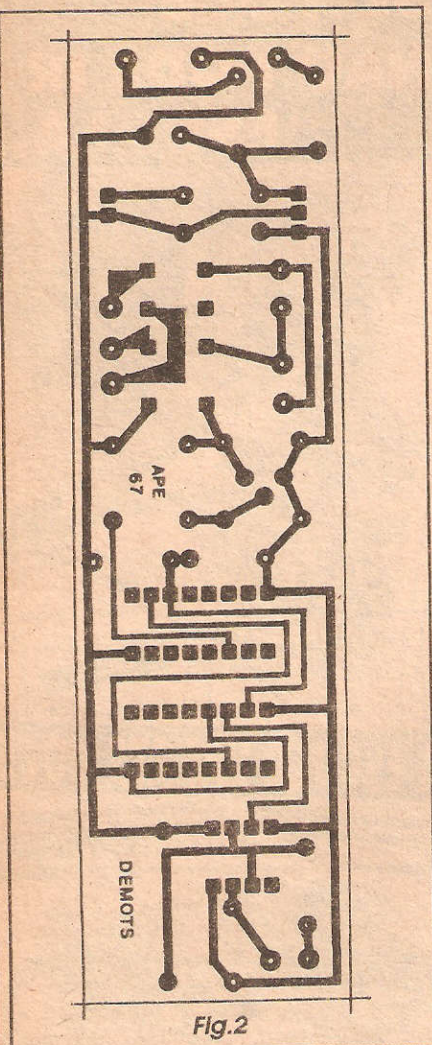

Fig. 2
- FIG. 2 - LAY OUT DO CIRCUITO IMPRESSO ESPECFICO -